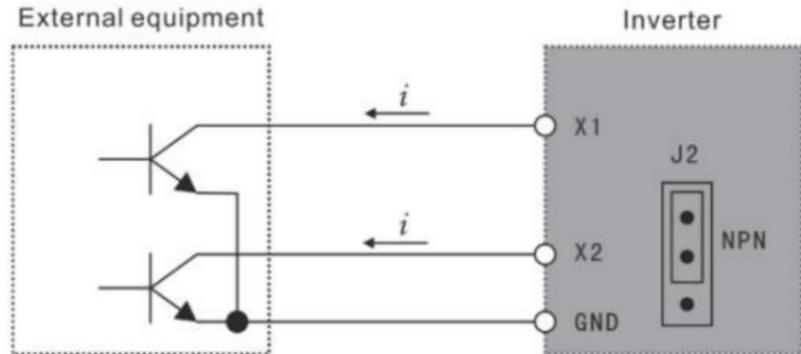

Abbildung 3-1 NPN-Verdrahtungsmodus
Verdrahtungsmodus der multifunktionalen digitalen Eingangsklemmen X1-X6: (1) Wenn der NPN-Verdrahtungsmodus für externe Geräte übernommen wird, wird eine Leckagelogik induziert und der Strom fließt aus der Eingangsklemme (Quellenstrom), wie in Abbildung 3-1 gezeigt. Gleichzeitig ist der Parameter P067=0 erforderlich.